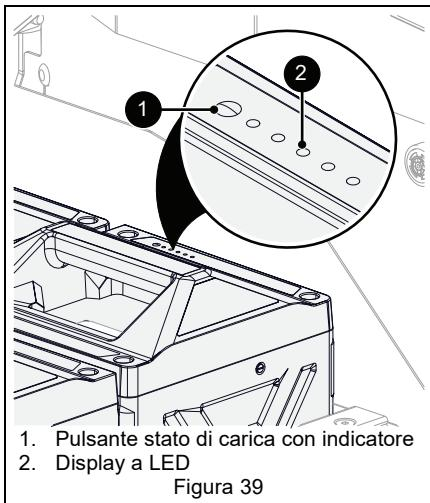

Figura 39
Vedere Figura 39.
- Premere il pulsante con indicatore dello stato di carica (vedere Figura 39).